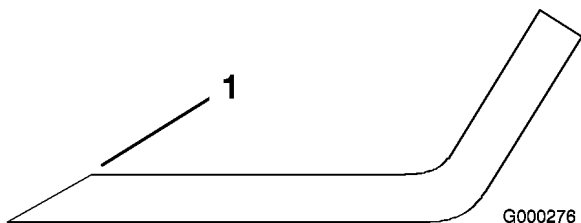

Figure 62
1. Au moyen d'une lime, aiguissez les tranchants aux deux extrémités de la lame (Figure 62) en veillant à conserver l'angle de coupe d'origine. Limez la même quantité de métal sur chacun des deux tranchants pour ne pas déséquilibrer la lame.